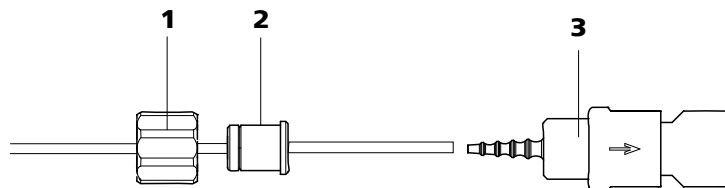

Figura 30 Instalación de una conexión de tubo de bomba con filtro
Para proteger el MSM de partículas extrañas o del crecimiento de bacterias se tiene que montar una conexión de tubo de bomba con filtro (6.2744.180) (30-3)(véase *Figura 30, página 55*) entre la bomba peristáltica y los capilares de entrada del MSM.
- **Caso A:** Conecte una conexión de tubo de bomba **con filtro** 6.2744.180 (véase Figura 30, página 55) o